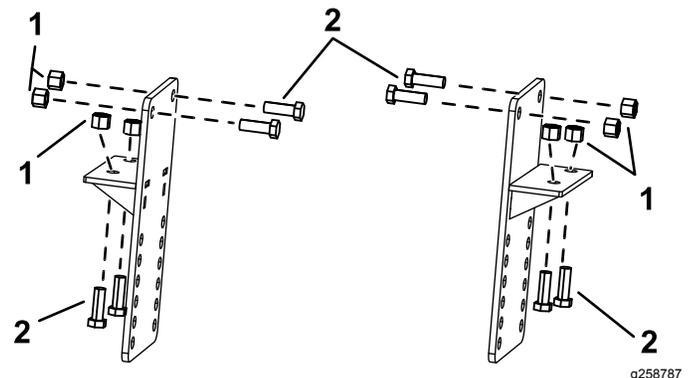

Bild 1
3. Befestigen Sie die Seitenplatten mit vier Schrauben und vier Muttern am Fahrzeugrahmen (**Bild 1**).